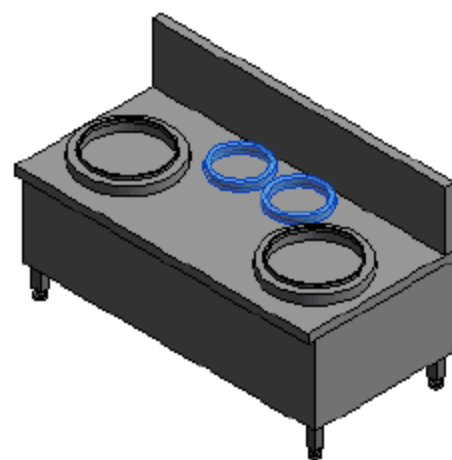

图 8.2.17 尾围 A 效果图
(17) 编辑可见性并添加材质。首先, 选中尾围 A 图元, 在“属性”面板中编辑“可见性/图形替换”选项, 取消“平面/天花板平面视图”复选框的选择, 单击“确定”按钮。其次, 添加尾围 A 的材质, 选择“不锈钢”类型, 单击“确定”按钮, 如图 8.2.17 所示。